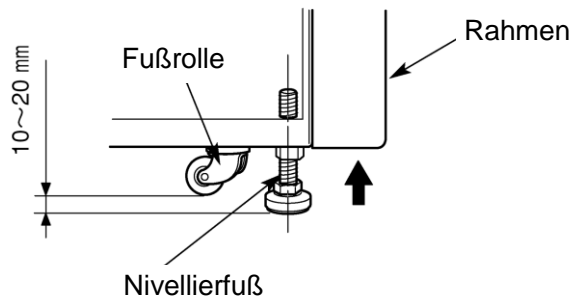

Abb. 6-3 Nivellierung
- (1) Verstellen Sie die vier Nivellierfüße mit einem Schraubenschlüssel, bis die Fußrollen etwa 10 bis 20 mm über dem Boden schweben, wie in Abb. 6-3 gezeigt.
- (2) Schalten Sie den Netzschalter ein und öffnen Sie die Kammerklappe. Schalten Sie den Schalter dann wieder aus. Sollte das Netzkabel noch nicht angeschlossen sein, nehmen Sie die Frontabdeckung ab und öffnen die Klappe dann wie in Abschnitt 3-5 „Vorgehensweise bei einem Netzausfall“ beschrieben.